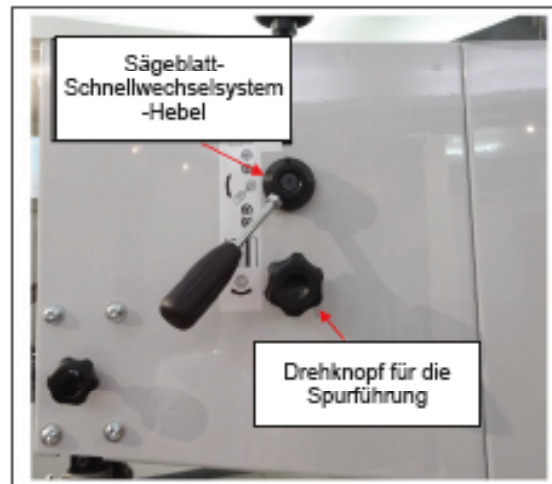

Abbildung 7
5. Lösen Sie den Hebel des Sägeblatt-Schnellwechselsystems auf der Rückseite der Bandsäge. (siehe Abbildung 7)